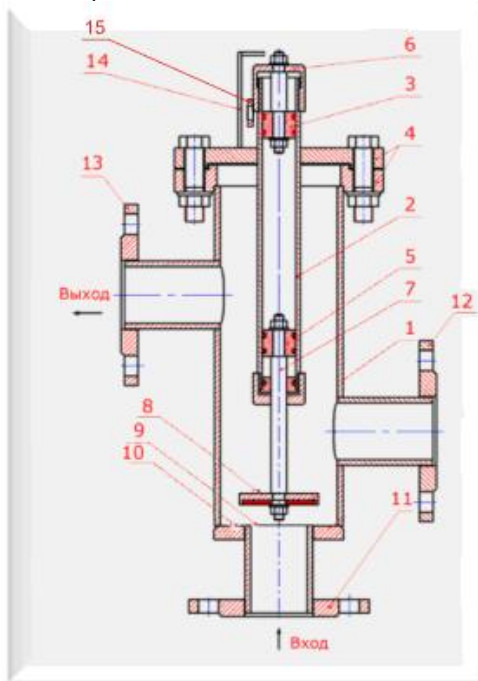

Рис.1. Разрез общего вида регулятора «Комос-УЗЖ-Т», фланцевое исполнение
7.3. Выкрутить регулировочную гайку поз. 6 (рис.1) против часовой стрелки в крайнее верхнее положение. При этом клапан поз. 8 также поднимется в крайнее верхнее положение (рис.1).